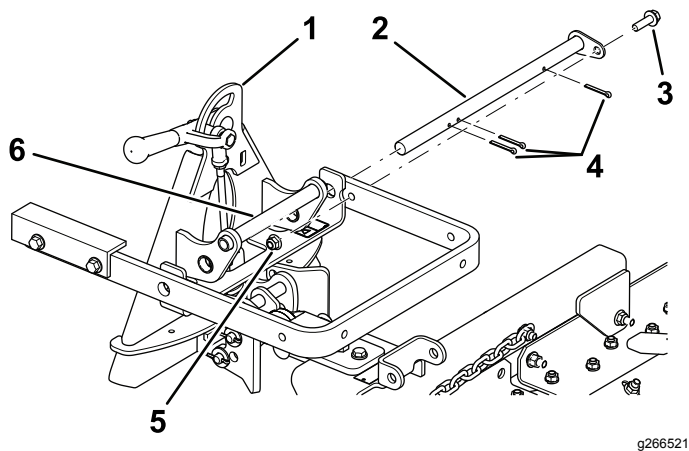

Figure 5
- Alignez le bras de levage sur le support de l'adaptateur d'accessoire (Figure 4) et accouplez-les avec la barre d'articulation comme illustré à la Figure 5.
3. Fixez la barre d'articulation (Figure 5) avec 3 goupilles fendues, un boulon (3/8" x 1 1/4") et un contre-écrou (3/8").